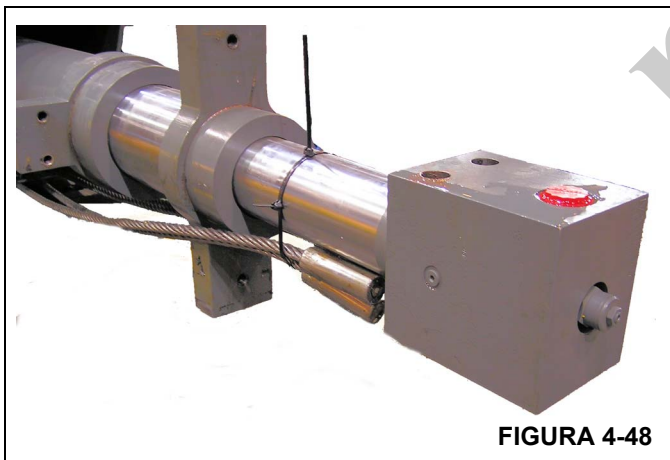

FIGURA 4-48
5. Para auxiliar a instalação da seção volante na seção intermediária externa, aplique lubrificante às áreas de contato das placas de desgaste da seção volante e fixe os cabos de extensão no cilindro telescópico. (Figura 4-48)
- a. Gire o bloco de entradas como mostrado na Figura 4-48.